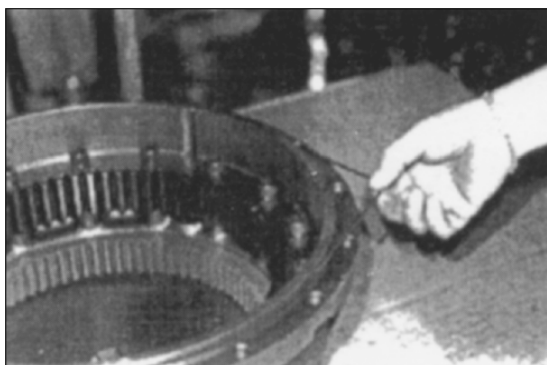

Рис. 110
20. Установите уплотнительное кольцо на торцевую крышку. Рис. 110.